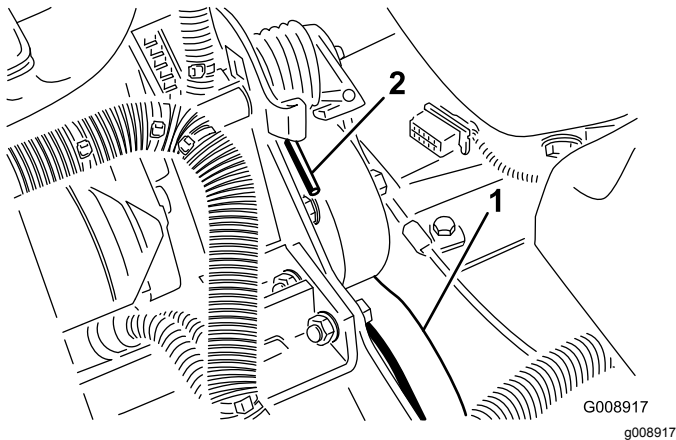

Figura 71
2. Empuje hacia adelante y hacia abajo sobre el extremo del muelle (Figura 71) para desengancharlo del soporte y liberar la tensión.